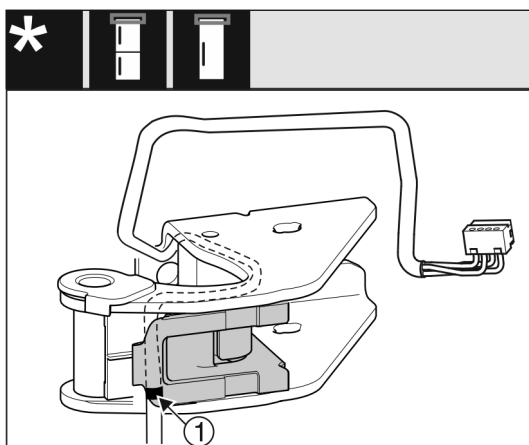

Fig. 28
- ▷ Marcajul central trebuie să se afle pe marginea suportului de cablu Fig. 28 (1).